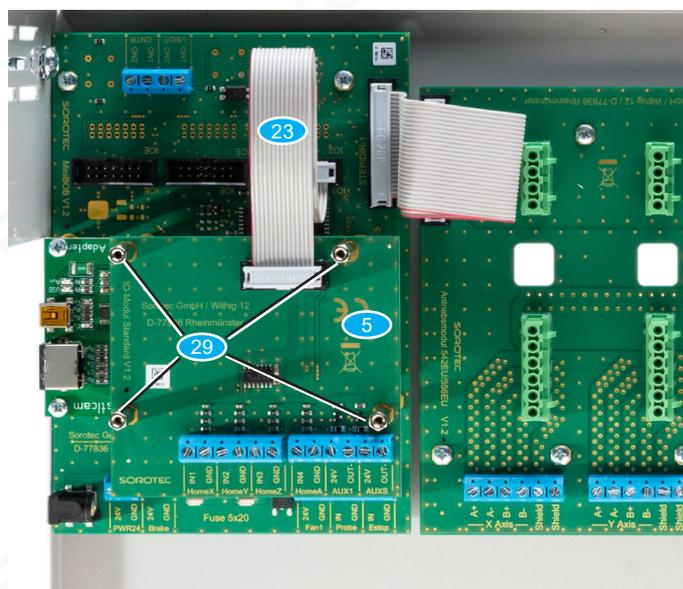

Bild 14: Montiertes MC IO-Module Basic
- Montieren Sie das MC IO-Module Basic **5** mit vier weiteren Distanzhülsen M3 x 20 **29** auf das Adaptermodul, wie in Bild 14 gezeigt.